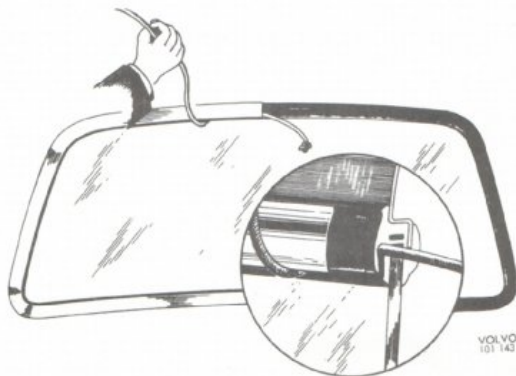

Bild 9
5. Placera ett lädersnöre (4,0 mm) i gummilistens spår för prydnadslisten. Lägg prydnadslistens ena halva på plats och tryck den i läge samtidigt som lädersnöret drages bort så, att det samtidigt trycker prydnadslisten mot gummilisten, bild 9. Skjut på skarvstyckena och upprepa med andra lishalvan. Justera skarvstyckenas läge över skarvarna.